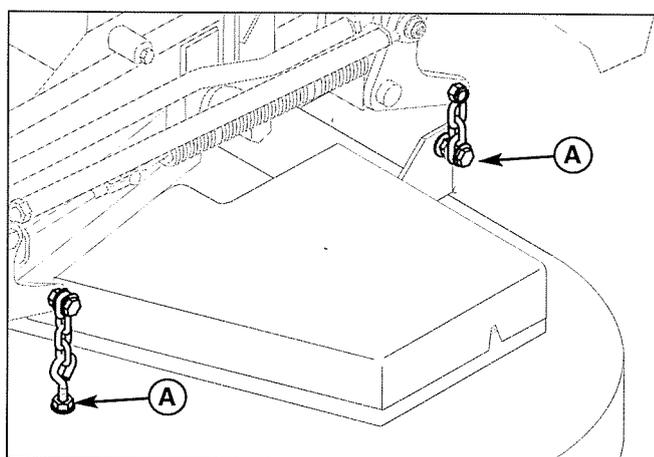

Figure 53. Réglage des chaînes du pédalier
4. Régler les boulons à œil avant jusqu'à ce que les chaînes soient tendues et que le plateau de coupe repose toujours sur les cales 2 x 4. Serrer les contre-écrous. Voir figure 53.
5. Desserrer les écrous et laisser l'arrière du plateau de coupe reposer sur les cales 2 x 4 et les entretoises de 0,64 cm (1/4"). Faire glisser les chaînes dans les fentes jusqu'à ce que les chaînes soient tendues et serrer les écrous. Voir figure 53.